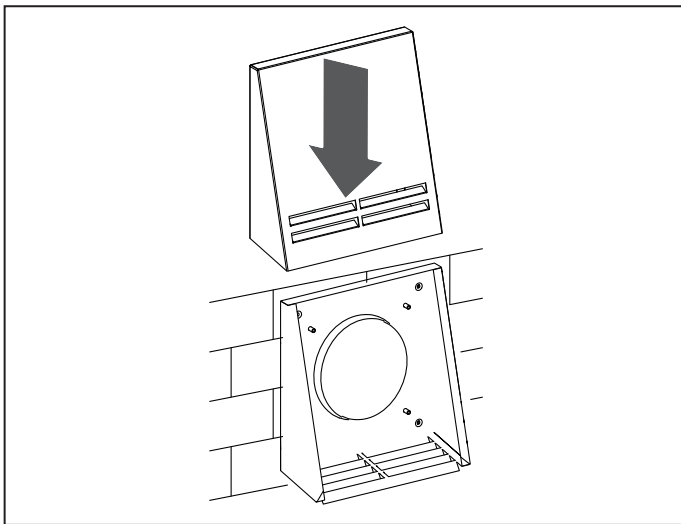

Fig. 15a.
- Fig. 15a - for VENTO Expert A50-1 Pro model.